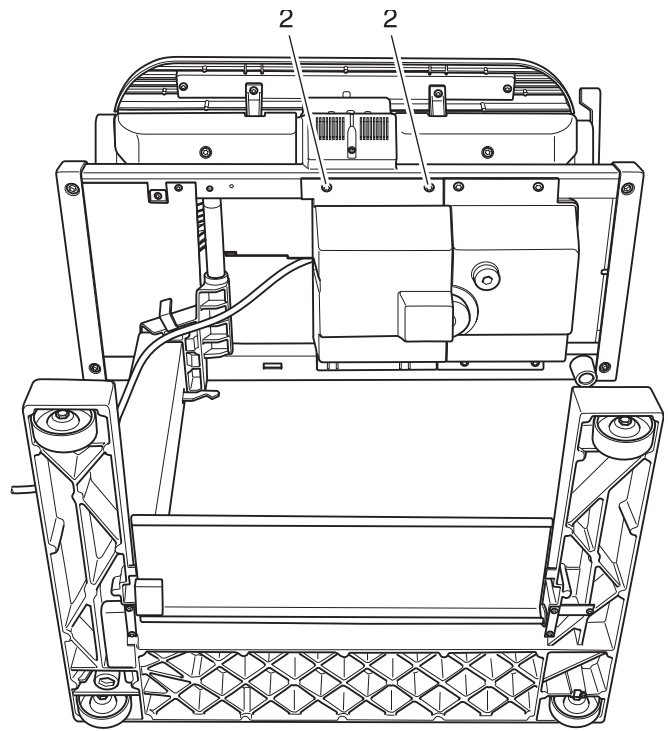

Fig. 13g
- Den Ironnette mit dem Rücken auf den Fußboden legen (Fig. 13g).